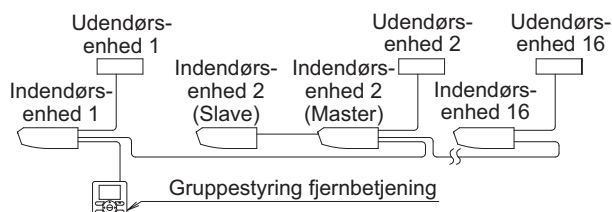

Fig. 34
- Ved anvendelse som par enhed eller som masterenhed ved simultant driftssystem kan man samtidig starte/standse (gruppe) styring på op til 16 enheder med fjernbetjeningen. (Se fig. 34)
- (1) Fjern dækslet på kontrolboksen. (Se "9. TILSLUTNING AF LEDNING OG EKSEMPLER HERPÅ".)
- (2) Før ledningerne på kryds mellem terminalerne (P1, P2) inde i kontrolboksen til fjernbetjeningen. (Ingen polaritet). (Se fig. 34 og tabel 3)